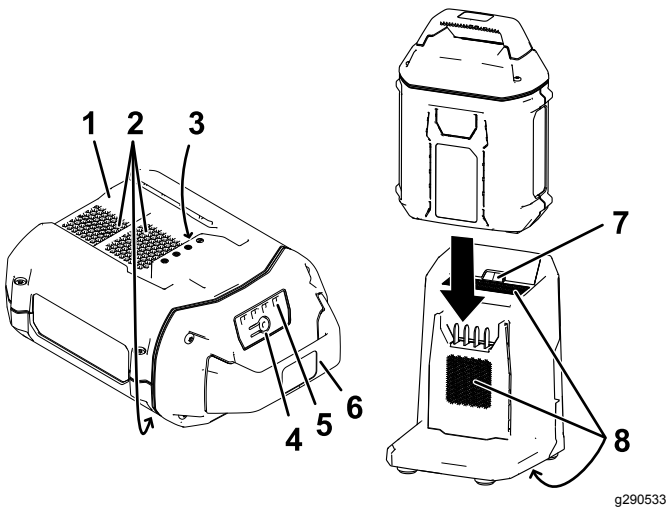

Figura 6
2. Allineate la cavità nel pacco batteria (Figura 6) con la linguetta sul caricabatterie.
3. Fate scorrere il pacco batteria nel caricabatteria fino a quando non è completamente in sede (Figura 6).